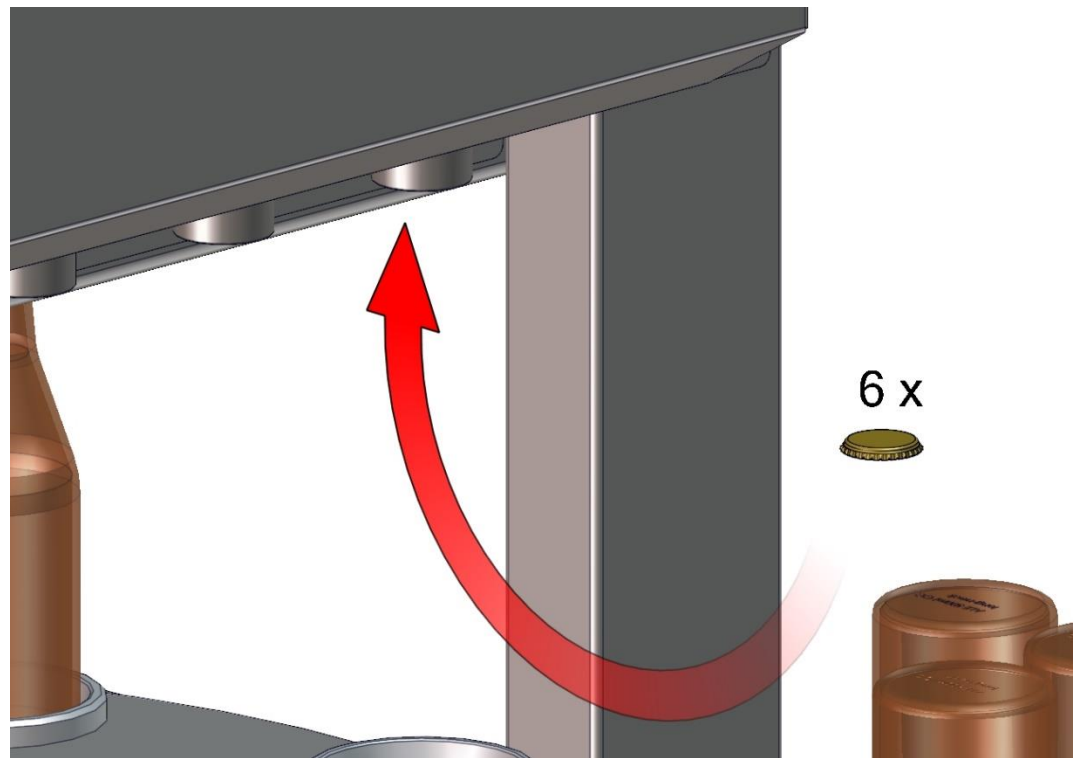

Abb. 11
- Um die soeben gefüllten Flaschen zu verkorken, ist es notwendig, dass die Verkorkerstempel mit Kronkorken bestückt werden. Diese werden einfach per sauberer Hand, mit der Öffnung nach unten, in den Verkorkerstempel eingelegt (**Abb. 11**) und durch die eingebauten Magnete selbständig gehalten.